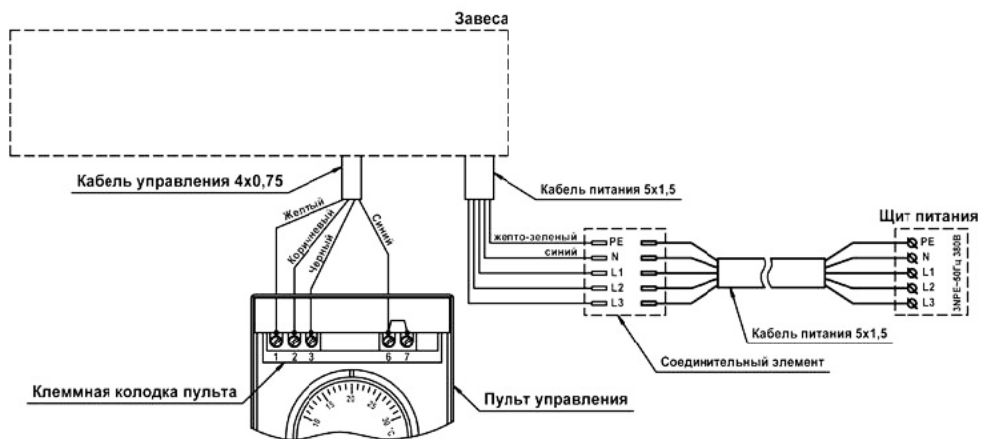

Рис. 3 Схема подключения занес SWT-6.1000, SWT-9.1000, SWT-6.1500, SWT-9.1500
6.6 Подключение к стационарной электросети производить в соответствии со схемами, приведенными на рис.2 и рис. 3 Приложения и на корпусе завесы. Жилы кабеля, идущего от источника питания необходимо соединить с жилами силового кабеля, выведенного из корпуса завесы. Соединение производить с помощью клеммной колодки или специальных соединительных зажимов, обеспечивающих надежную изоляцию и фиксацию проводов (в комплект поставки не входят).